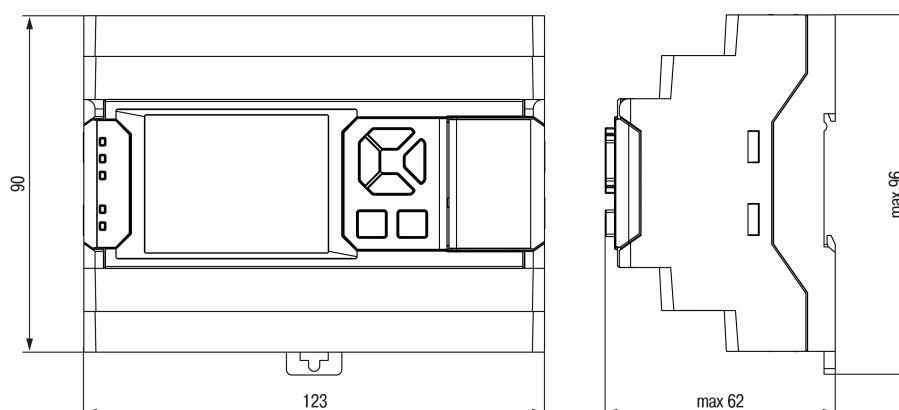

Рисунок 5.1 – Габаритные размеры прибора
1. Подготовить на DIN-рейке место для установки в соответствии с размерами прибора (см. рисунок 5.1).